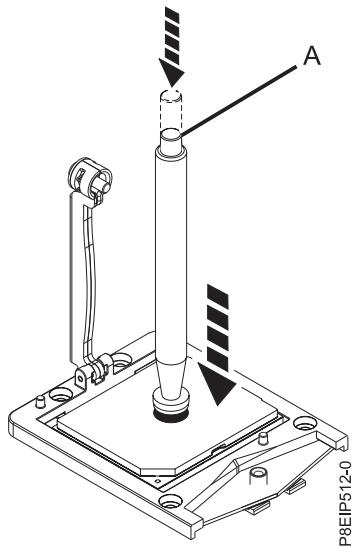

図 66. システム・プロセッサー・モジュールへの真空ペンのロック
8. 真空ペン・ツールをシステム・プロセッサー・モジュールの上に下ろします。ペン (A) の上部を完全に押し込み、ペンをプロセッサー・モジュールの中央に保持します (図 66 を参照)。ペンの上部を放して、ペンをプロセッサー・モジュール上に固定します。